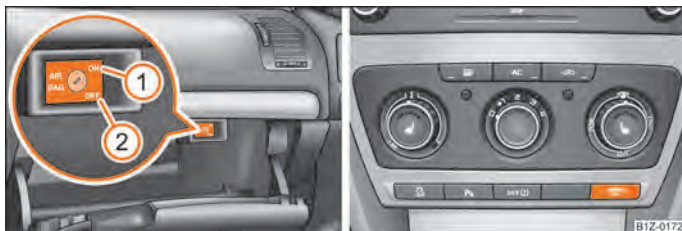

Fig. 129 Torpedoul: Comutator pentru airbagul frontal al pasagerului față/Lampa de control pentru dezactivarea airbagului pasagerului față
- dacă există airbaguri dezactivate, acest lucru va fi semnalizat de către lampa de control **AIRBAG OFF** din centrul tabloului de bord ⇒ fig. 129 - dreapta.
- Rotiți cu cheia fanta comutatorului airbag în poziția ② (OFF) ⇒ fig. 129.
- Verificați, dacă la punerea contactului motor se aprinde lampa de control **AIRBAG OFF** din centrul bordului ⇒ fig. 129 - dreapta.
- Rotiți cu cheia fanta comutatorului airbag în poziția ① (ON) ⇒ fig. 129.
- Verificați, dacă la punerea contactului motor nu se aprinde lampa de control airbag **AIRBAG OFF** din centrul bordului ⇒ fig. 129 - dreapta.
Lampa de control airbag se găsește în centrul bordului ⇒ fig. 129 - dreapta.